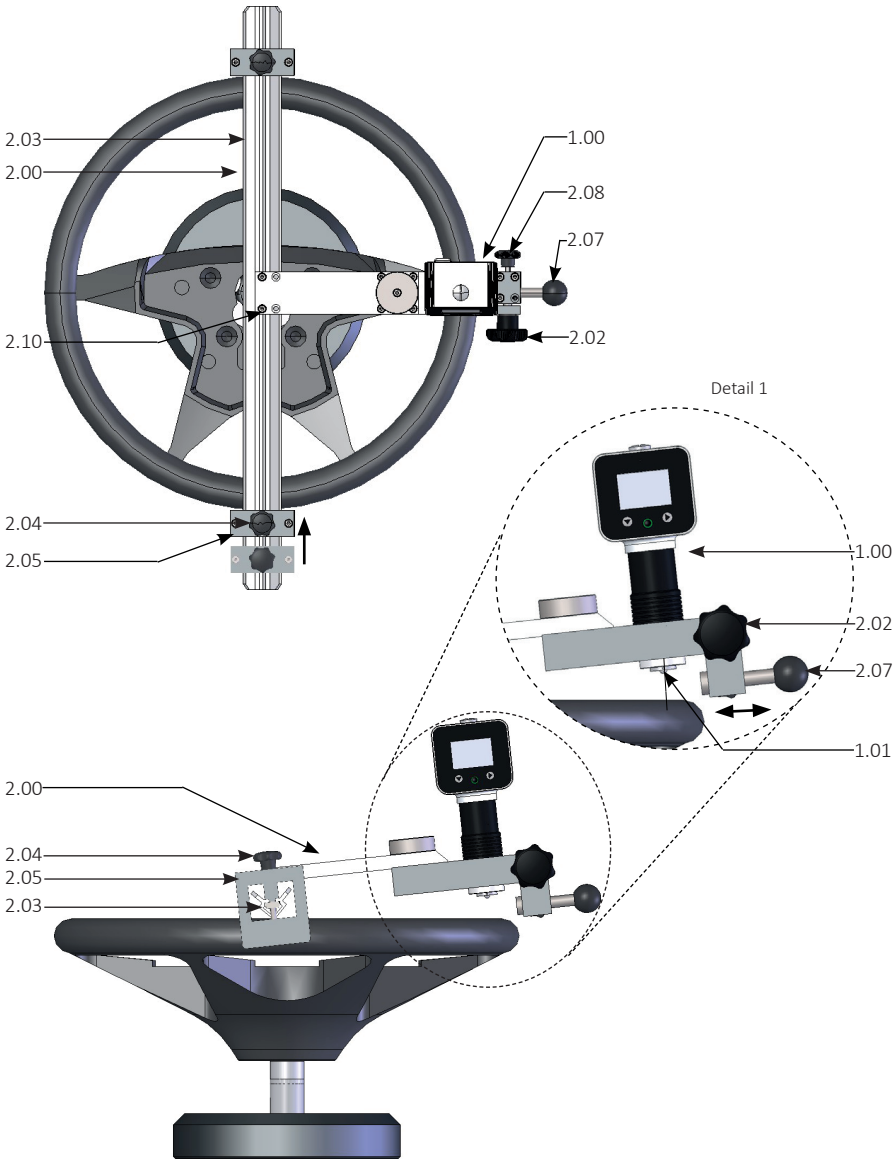

Abb. 3 Härteprüfer und Zentriereinrichtung
Die Anpassung der Zentriereinrichtung auf den Durchmesser des Lenkradkranzes erfolgt durch Versetzen der Zylinderschrauben (2.10, Abb. 3).
Halten Sie die Zentriereinrichtung (2.00, Abb. 3) mit einer Hand fest, um einen Sturz zu vermeiden.
- › Lösen Sie die Klemmschrauben (2.04, Abb. 3) der Anschläge (2.05, Abb. 3) der Profilleiste (2.03, Abb. 3).
- › Schieben Sie die Anschläge (2.05, Abb. 3) in die äußerste Position.
- › Setzen Sie die Zentriereinrichtung (2.00, Abb. 3) vorsichtig auf das Lenkrad.
- › Lösen Sie die Klemmschraube (2.08, Abb. 3) des Anschlags (2.07, Abb. 3).
- › Verschieben Sie die Zentriereinrichtung (2.00, Abb. 3), so dass sich der Eindringkörper (1.01, Abb. 3) des Härteprüfers (1.00, Abb. 3) über dem Messpunkt des Lenkradkranzes befindet.
- › Ziehen Sie die Klemmschraube des Anschlagknopfes (2.02., Abb. 3) fest.
- › Ziehen Sie die Klemmschrauben der Anschläge (2.04, Abb. 3) fest.
Zwischen dem Lenkrad und den Anschlägen (2.05, Abb. 3) sollte ein kleiner Abstand vorhanden sein, damit die Zentriereinrichtung drehbar bleibt.
Der Härteprüfer (1.00, Abb. 3) ist ausgeschaltet.
- › Heben Sie die Zentriereinrichtung (2.00, Abb. 3) mit Hilfe des Anschlagknopfs (2.07, Abb. 3) so an, dass der Eindringkörper (1.01, Abb. 3) frei hängt.
- › Senken Sie die Zentriereinrichtung (2.00, Abb. 3) mit Hilfe des Anschlagknopfs auf den Messpunkt des Lenkrads ab.